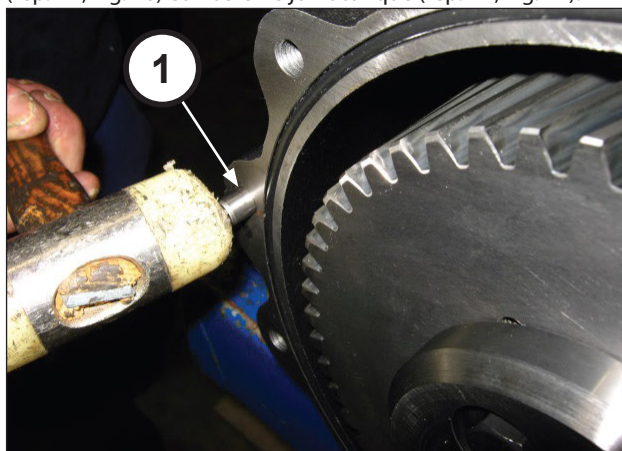
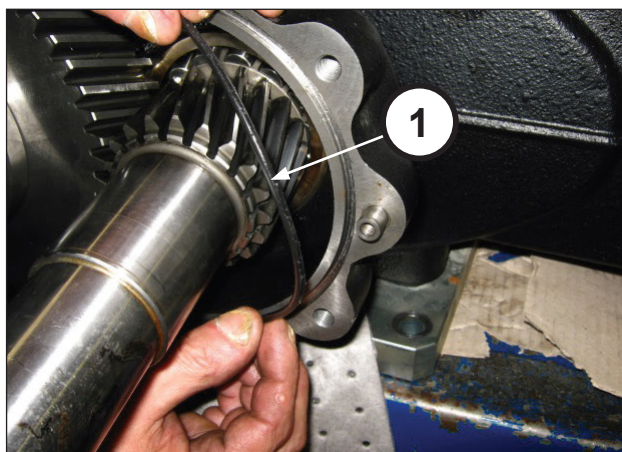

Fig. 76
Fig. 77
Monter les 2 goupilles Ø10x24 dans le carter de réducteur (rep. ①, Fig. 76) et insérer le joint torique (rep. ①, Fig. 77).